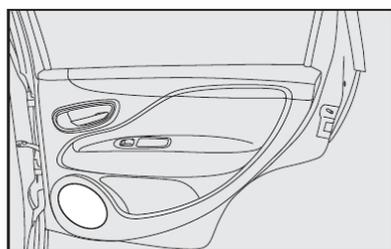

fig. 129
- alto-falantes na porta traseira **fig. 129**;